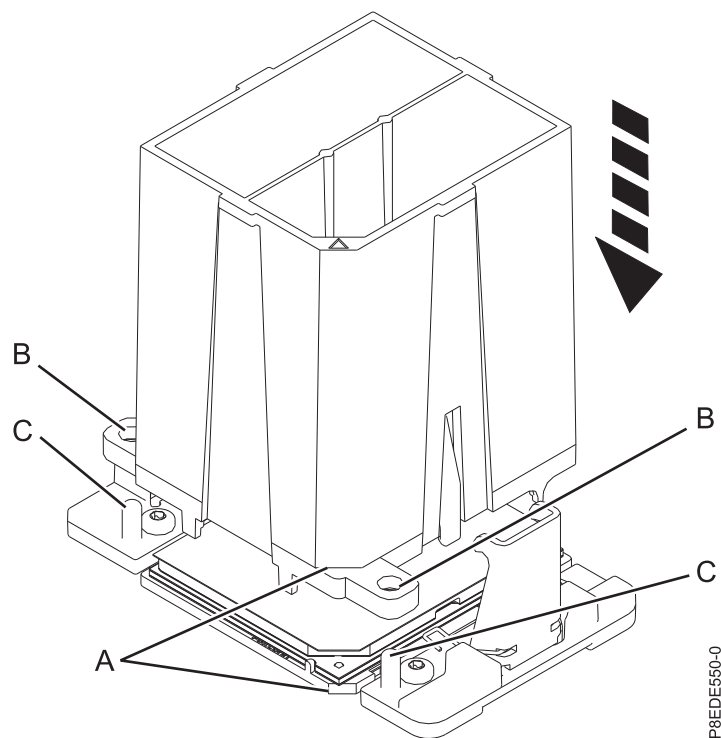

Figura 29. Abaixando a ferramenta de remoção no módulo de processador do sistema
- a. Usando a ferramenta de remoção fornecida, alinhe a aresta biselada (**A**) da ferramenta sobre a aresta biselada do módulo do processador do sistema, conforme mostrado na Figura 29 na página 30.